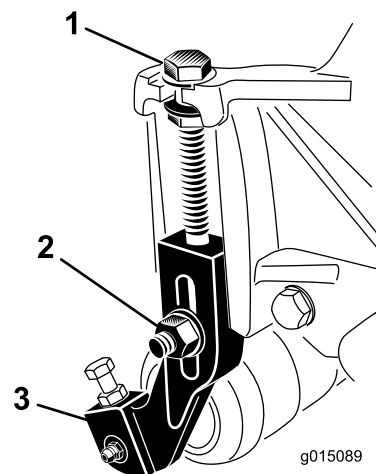

Рисунок 17
1. Ослабьте контргайки, которые крепят кронштейны высоты скашивания к боковым пластинам режущего блока (Рисунок 17).